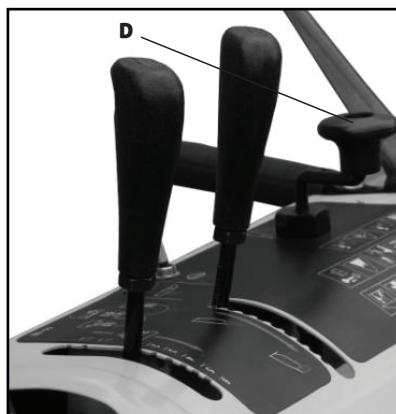
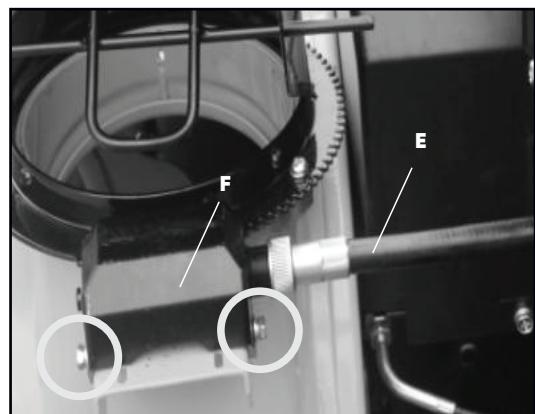

Рис. 5
Рис. 6
- На панели оператора проверьте соединение рукоятки вращения желоба **D** (рис.5) с гибким валом **E** (рис.6).
- Механизм поворота желоба **F** должен быть зафиксирован на корпусе машины (рис.6), а гибкий вал **E** должен быть надежно соединён с механизмом поворота желоба **F** (рис.6) и рукояткой вращения желоба **D** (рис.5).